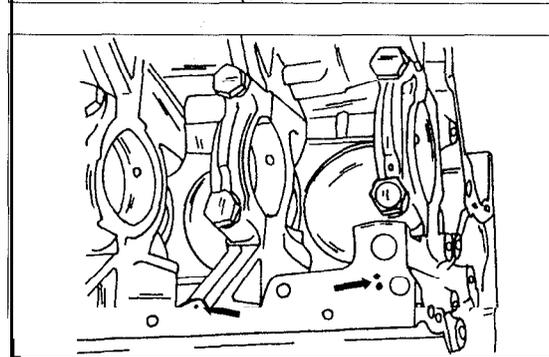

Bild 137
- Die Lagerschalen im Kurbelgehäuse werden entsprechend der Körnerschlagkennzeichnung neben dem betreffenden Lager angepasst und eingebaut. Bild 137 zeigt wo die Körnerzeichen zu finden sind. Die Lagerschalen sind an den Seitenkanten entsprechend mit einer Farbmarkierung versehen. Die folgende Zusammengehörigkeit muss eingehalten werden, jedoch ist zu beachten, dass im Reparaturfall nur Lagerschalen mit grüner oder roter Farbmarkierung erhältlich sind.